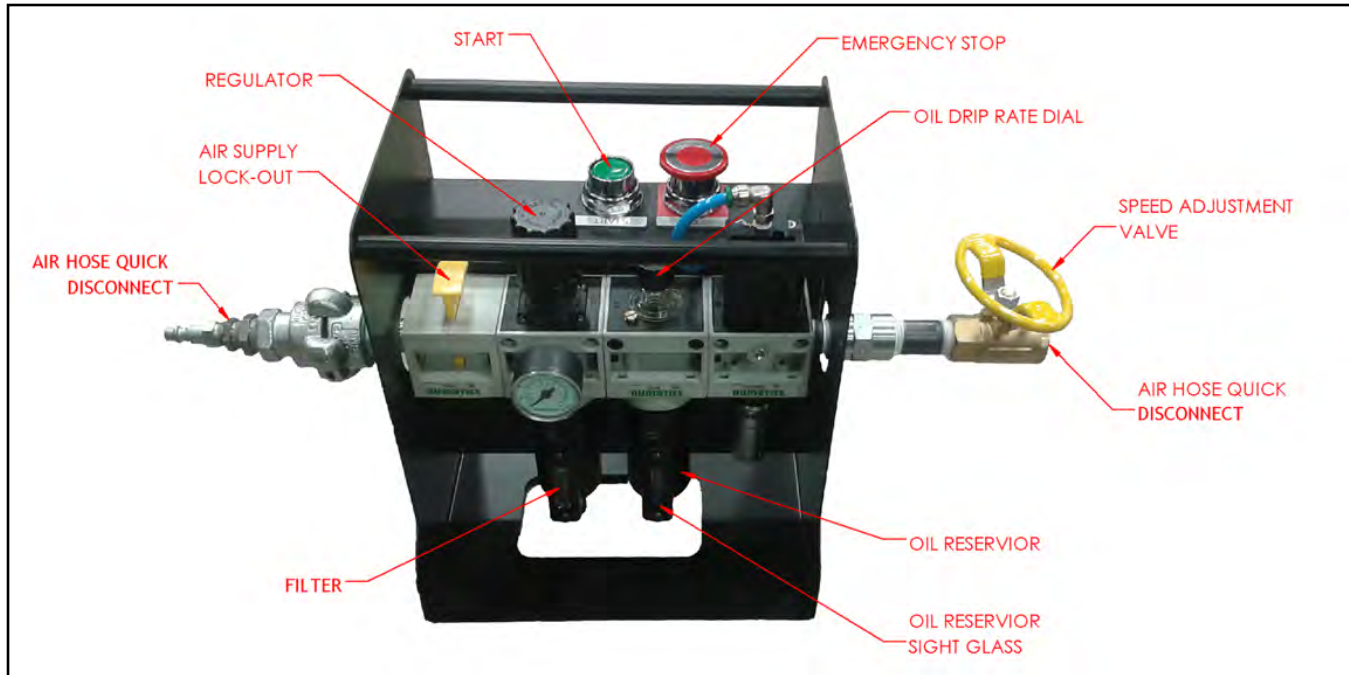

FIGURE 4-5. COMMANDES AIR CADDY
2. Réalisez ces étapes sur l'Air Caddy (comme le montre la Figure 4-5) :
6. Réglez le débit d'huile comme nécessaire (voir Figure 4-5).
3. Appuyez sur la soupape de VERROUILLAGE DE L'AIR COMPRIMÉ (AIR SUPPLY LOCK-OUT) pour la fermer (voir Figure 4-5). Cette action libère la pression d'air résiduelle dans le circuit de l'Air Caddy.
1. Vérifiez le regard en verre du réservoir à huile de l'Air Caddy (voir Figure 4-5, page 26). Complétez si nécessaire.
2. Vérifiez que le verrouillage de l'alimentation en air est ouvert (tiré vers le haut). Voir Figure 4-5, page 26.